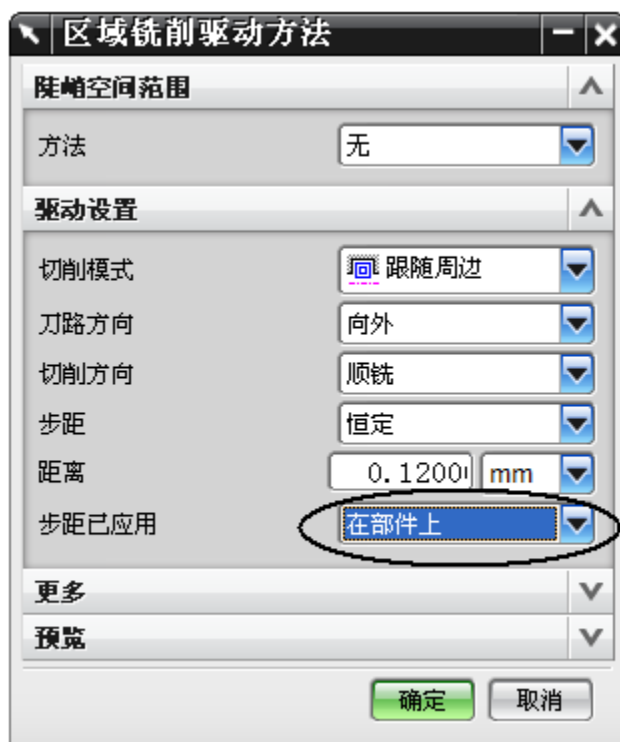

图 6-12
- 在操作对话框中，单击 ，设置步距应用为在部件上，如图 6-12 所示，单击 OK。